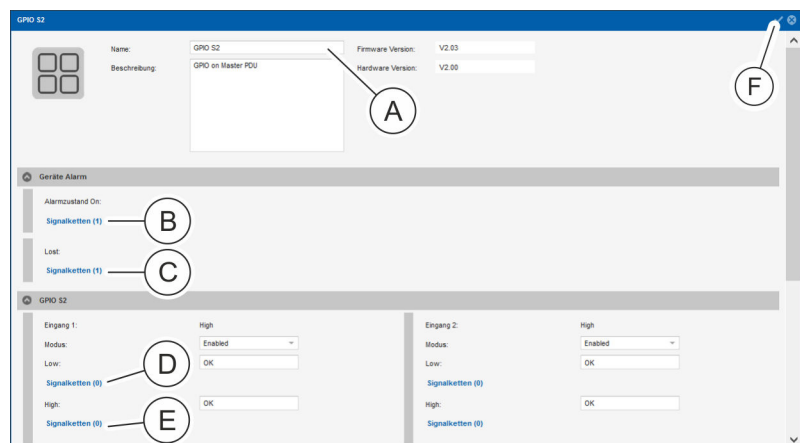

Abb. 133: Menü "Status" – Registerkarte "Sensoren" (Detailansicht)
6. ➤ Für das ausgewählte GPIO-Modul bei Bedarf die Benennung ändern und bei Bedarf eine Beschreibung hinzufügen (Abb. 133/A).
7. ➤ Für den jeweiligen Eingang für das Low-Signal bei Bedarf über die Schaltfläche „Signalketten“ eine Signalkette zuweisen (Abb. 133/E).
11. Für den jeweiligen Eingang für das High-Signal bei Bedarf über die Schaltfläche „Signalketten“ (Abb. 133/Ⓔ) eine Signalkette zuweisen (analog zu Schritt 8 – 10).
12. Im Bereich „Geräte Alarm“ für den „Alarmzustand Lost“ und „Alarmzustand OK“ bei Bedarf eine Signalkette konfigurieren. Dazu auf die Schaltfläche „Signalketten“ (Abb. 133/Ⓔ bzw. Ⓒ) klicken.
14. Konfiguration über die Schaltfläche „Speichern“ (Abb. 133/Ⓔ) übernehmen.